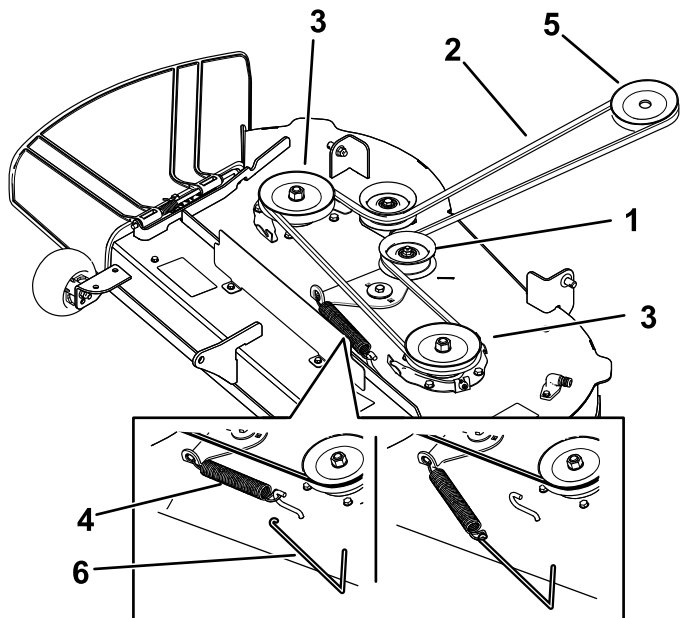
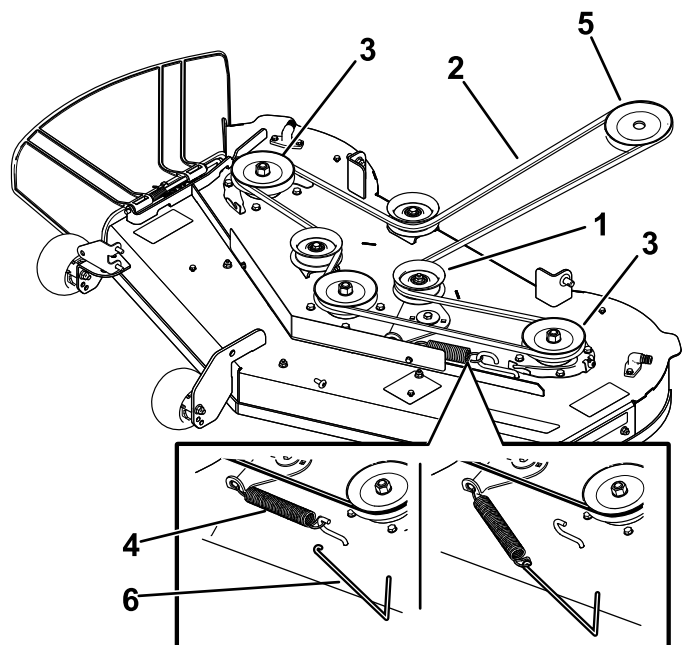

図 54
図 55
6. スプリング取り外し工具Toro P/N 92-5771を用いて、デッキのフックからアイドラスプリングを取り外してスプリングのテンションをなくし、プーリからベルトを取り外す 図 54または 図 55。
7. エンジンプーリとデッキプーリに新しいベルトを掛け回す 図 54または図 55。
8. スプリング取り外し工具Toro P/N 92-5771を用いて、デッキのフックにアイドラスプリングを取り付けてスプリングにテンションを掛ける。これによりアイドラプーリとベルトが強く張る 図 55または図 54。